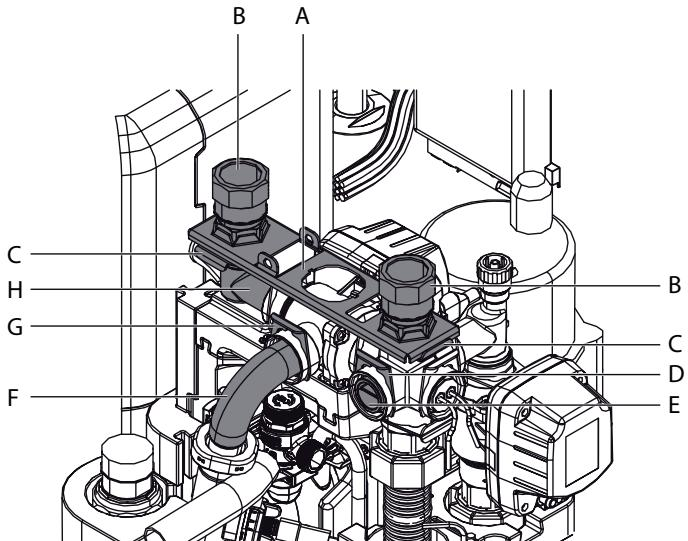
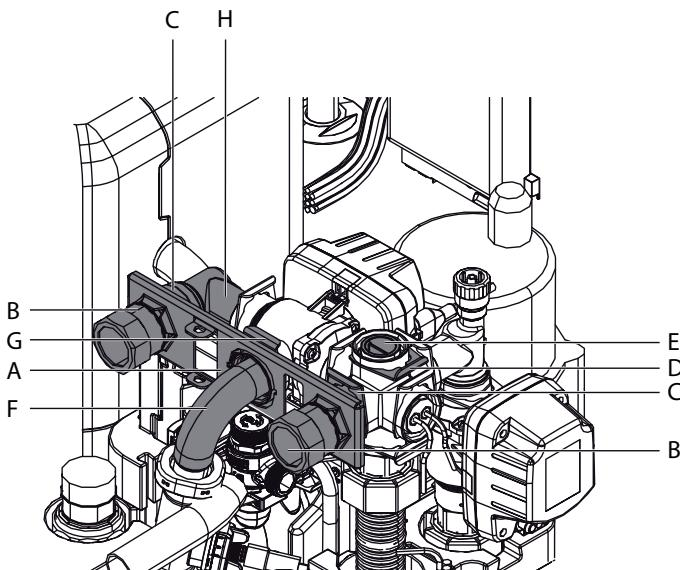

Bild 4-10 Anschlüsse Heizungsvor- und -rücklauf nach oben ausgerichtet
Bild 4-11 Anschlüsse Heizungsvor- und -rücklauf nach hinten ausgerichtet
- Beide Steckbügel der Anschlusskupplungen (Bild 4-10, Pos. C) abziehen.
- Beide Anschlusskupplungen (Bild 4-10, Pos. B) abziehen.
- Halteblech (Bild 4-10, Pos. A) abnehmen.
- Steckbügel des Verschlussstopfens (Bild 4-10, Pos. D) abziehen.
- Verschlussstopfen (Bild 4-10, Pos. E) herausziehen.
- Winkelstück (Bild 4-10, Pos. H) um 90° nach hinten drehen.
- Steckbügel des Krümmers (Bild 4-10, Pos. G) abziehen.
- Krümmer (Bild 4-10, Pos. F) vorsichtig so weit nach hinten aus seiner horizontalen Aufnahme ziehen, dass das Halteblech (Bild 4-11, Pos. A) senkrecht dazwischengeschoben werden kann.
- Halteblech zwischen den Krümmer und seine horizontale Aufnahme schieben und Krümmer (Bild 4-11, Pos. F) durch das mittlere Loch des Halteblechs wieder in seine Aufnahme stecken.
- Krümmer mit Steckbügel (Bild 4-11, Pos. G) wieder in seiner Aufnahme sichern.
- Beide Anschlusskupplungen (Bild 4-11, Pos. B) durch das Halteblech in die seitlichen Aufnahmen stecken.
- Beide Anschlusskupplungen mit Steckbügeln (Bild 4-11, Pos. C) in ihren Aufnahmen sichern.
- Verschlussstopfen (Bild 4-11, Pos. E) in die obere Aufnahme stecken.
- Verschlussstopfen mit Steckbügel (Bild 4-11, Pos. D) sichern.